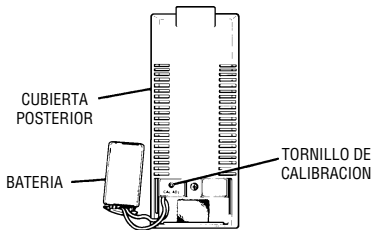

Figura 2
- Tornillo de ajuste de calibración (Ver la Figura 2)